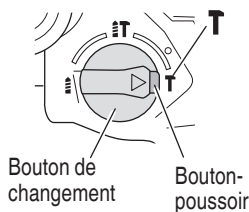

Fig. 19
Ce marteau rotatif peut être réglé sur le mode de percussion seulement en appuyant sur le bouton-poussoir et en plaçant le bouton de changement sur le repère **T** (Fig. 19).
- (3) Placer le bouton de changement sur le repère **T** (Fig. 19).